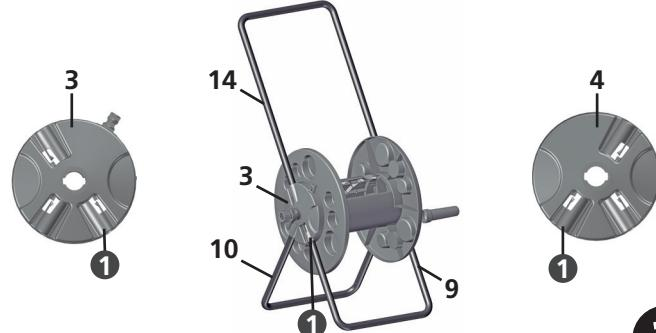

Fig. 05
**4.** Localize o número 1 em alto relevo nos mancais (3) e (4). Nestas extremidades encaixe o tubo de apoio (9), de forma que os furos das extremidades encaixem nas travas do mancal. Após encaixe o braço inferior (10) com furações para as rodas e então o braço superior (14) [Fig. 05].
4. Locate where number 1 appears in raised relief on the bearings (3) and (4). Fix the support tube (9) to these ends so that the holes at the ends fit through the locks of the bearing. Now fit the lower arm (10) with holes to the wheels and then attach the upper arm (14) [Fig. 05].
4. Localiza el número 1 en alto relieve en los mancales (3) y (4). En esas extremidades, encaja el tubo de apoyo (9), de forma que los agujeros de las extremidades encajen en las trabas del mancal. Despues encaja el brazo inferior (10) con perforaciones para las ruedas y, entonces, el brazo superior (14) [Fig. 05].